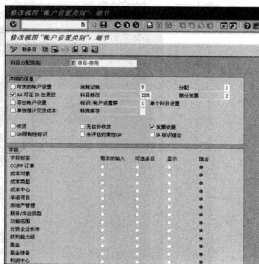

图 7-51 “修改视图‘账户设置类别’: 细节”界面
STEP 2 选择某一条“科目分配类别”，然后双击，弹出“修改视图‘账户设置类别’：细节”界面，如图 7-51 所示，从中可以设置“科目分配类别的细节”。